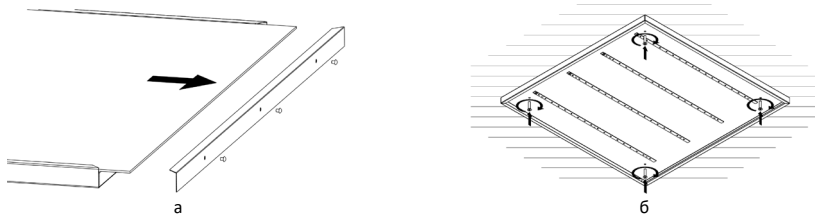

Рисунок 5 — Накладной монтаж светильника Geniled серии Офис, ЛПО.
5.4.1. При помощи тонкой отвертки либо другого подходящего подручного инструмента аккуратно извлеките три пластиковые заклепки из съемной боковой крышки. Снимите крышку и извлеките рассеиватель (Рисунок 5, а).
5.4.4. Установите светильник на подготовленное место (Рисунок 5, б). Используйте метизы подходящего диаметра (<5мм).
5.5.1. При помощи тонкой отвертки либо другого подходящего подручного инструмента аккуратно извлеките три пластиковые заклепки из съемной боковой крышки. Снимите крышку и извлеките рассеиватель (Рисунок 5, а).